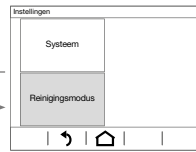

Afb. 8: reinigingsmodus
- Submenu **Reinigingsmodus** selecteren (afb. 8).
Het reinigingssymbool geeft de blokkering van het touchscreen aan. Voor de ingestelde duur, in uitleveringstoestand 5 minuten, worden aanrakingen genegeerd. Op het display wordt de resterende reinigingstijd als countdown afgeteld (afb. 8).